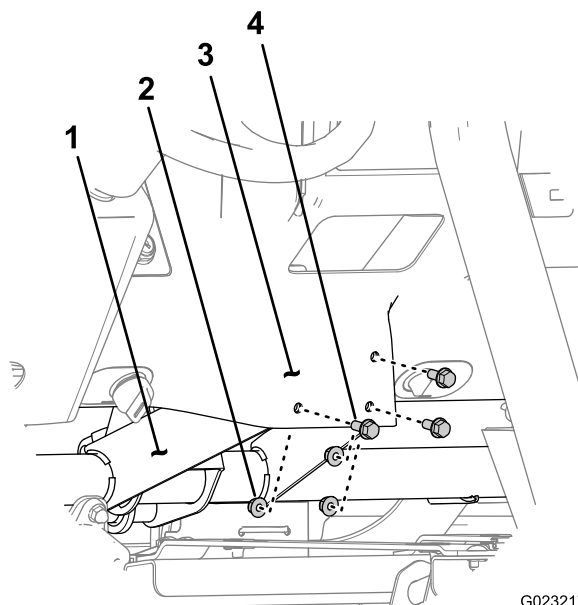

図 16
- ダッシュ支持ブラケットの中央下部分にダッシュパネルを固定しているフランジボルト 3本とフランジナット 3個を外す 図 16。